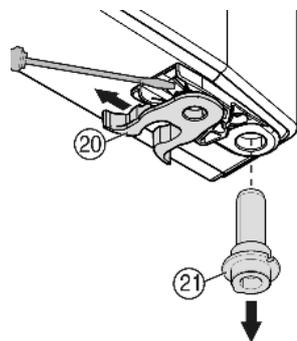

Fig. 9
- ▶ Permuter la pince élastique *Fig. 9 (20)*: appuyer sur l'ergot puis retirer la pince élastique.
- ▶ Tirer le pivot d'appui *Fig. 9 (21)* hors de la douille de porte et la mettre en place ensemble avec la rondelle du côté opposé. Le taquet d'arrêt doit indiquer vers la paroi intérieure de la porte, l'encoche vers la paroi extérieure.
- ▶ Pivoter la porte vers le bas et mettre en place le pivot d'arrêt *Fig. 9 (21)* dans le support d'appui. Event. tourner le pivot d'arrêt de sorte qu'il puisse encliqueter.